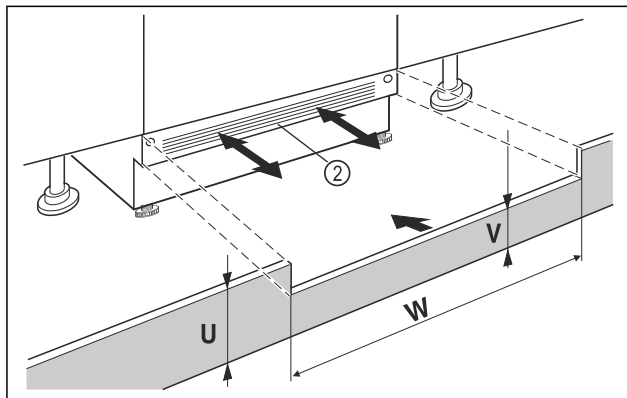

Fig. 88 Примерно изображение
- ▶ Поставете цокъла на уреда Fig. 88 (2), но не го фиксирайте.
- ▶ При виждащ се цокъл Fig. 88 (2), изтеглете го толкова напред, че предният ръб на вентилационната решетка и мебелният цокъл да образуват една равнина.
- ▶ При скрит цокъл Fig. 88 (2), избутайте го докрай назад.
- ▶ Внимавайте всички вентилационни отвори да бъдат свободни: При нужда височината на мебелния цокъл Fig. 88 (U) може да бъде намалена чрез изрязване!
- ▶ Нагласете височината на стъпалото Fig. 88 (V) под цокъла на уреда Fig. 88 (2) по продължение на широчината на нишата Fig. 88 (W).